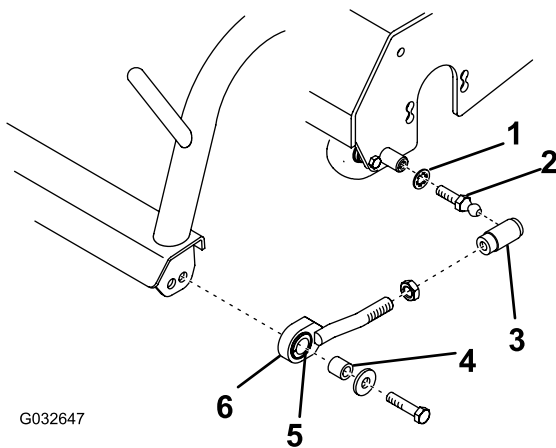
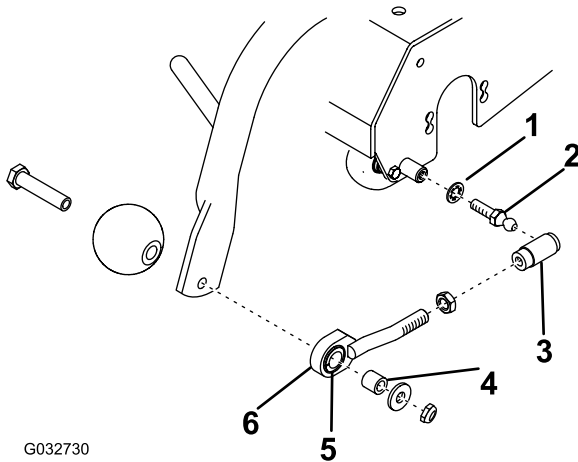

Figure 5
Figure 6
1. Montez une tige de rotule et une rondelle frein à chaque extrémité de l'unité d'aération (Figure 5 ou Figure 6).
- B. Montez un écrou de blocage et un logement de rotule sur chaque tirant, comme montré à la Figure 5 ou la Figure 6.
- C. Montez un tirant à chaque extrémité du bâti porteur avec une entretoise, une rondelle et une vis (Figure 5 ou Figure 6).
- E. Repoussez le manchon sur chaque logement de rotule et accrochez-les sur les rotules (Figure 5 ou Figure 6).